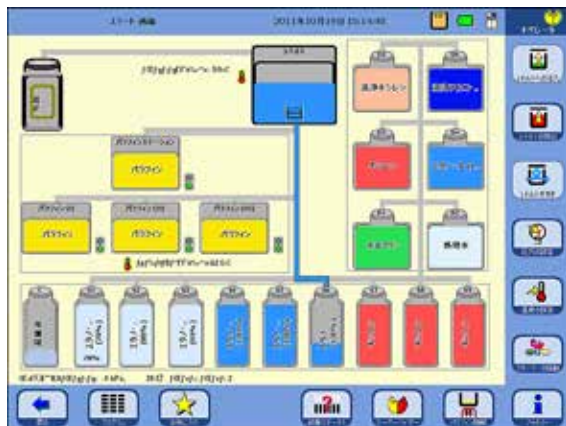

図 171
- 全操作が画面にグラフィック表示されます（「スマート画面」）（図 171）。